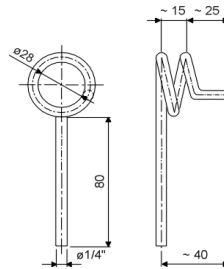

Fig 2 - Suporte do cabo de aço
- Devem existir suportes para o cabo de aço (Fig. 2) a cada 3 metros.